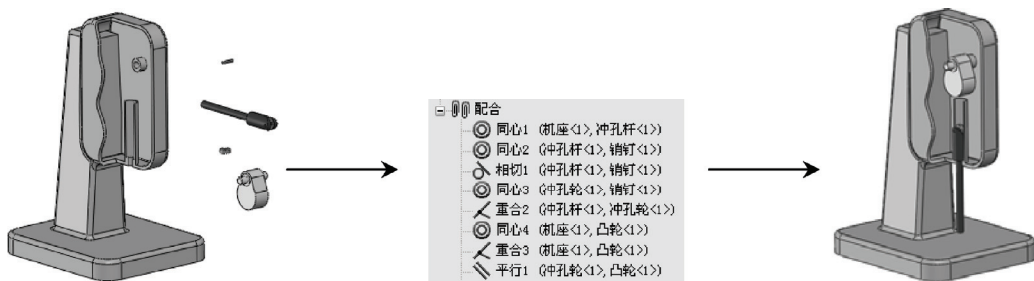

图 8-3 导入零部件并进行初始装配
STEP 1 新建一装配体类型的文件，然后按照本书第 5 章中的相关讲述，顺次导入冲孔机的所有零部件（设置机座为固定），并为部件添加必要的标准配合，完成模型的初始装配操作，效果如图 8-3 所示。